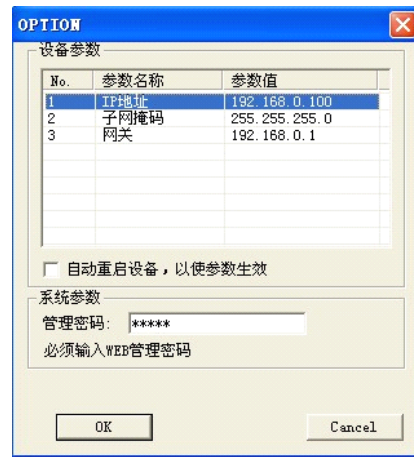

图 2
- ③ 在列表中选择要进行修改的设备（默认 IP 为 192.168.0.100），点击“设置”；或双击要修改的设备。弹出 OPTION 对话框，如图 2 所示：